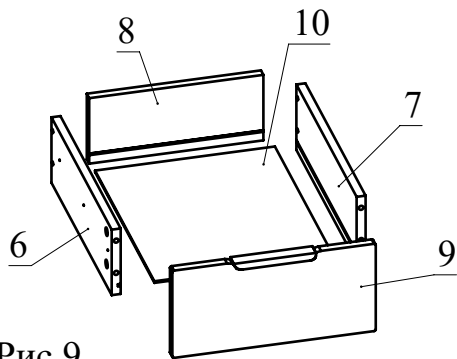

Рис.9
- Соберите ящик. Соедините детали 6 и 7 с деталью 8 при помощи конфирматов. Вставьте дно ящика 10 из ДВП в пазы деталей 6, 7, 8. Соедините фасад ящика с полученной конструкцией и затяните головки минификсов (Рис. 9).